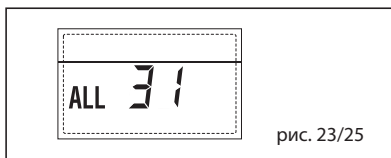

рис. 23/25
– НЕПОЛАДКА СВЯЗИ ПЛАТЫ RS-485 И ПЛАТЫ RS-485 “ТРЕВ. 35” (рис. 23/29)